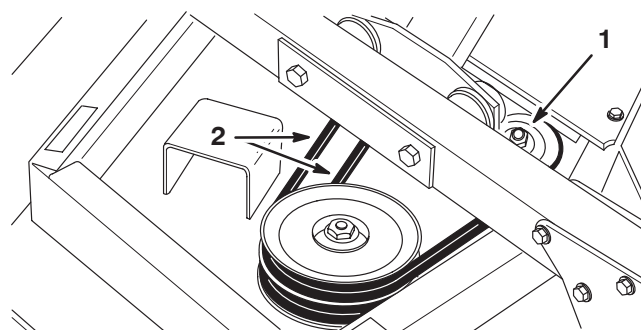

Figure 67
2. Pour tendre les courroies, desserrez le contre-écrou en haut de la poulie de tension (Fig. 67). Faites coulisser la poulie contre la courroie jusqu'à obtention de la tension correcte. Maintenez la poulie dans cette position et serrez le contre-écrou.
3. Retirez les vis à tête à embase qui fixent la plaque du boîtier d'engrenages au plateau de coupe. Pour séparer l'ensemble plaque et moteur d'entraînement du plateau de coupe, tournez l'extrémité de la plaque vers le groupe de déplacement (Fig. 67). Inclinez l'ensemble plaque, moteur et poulie sur le côté et déposez-le du plateau de coupe. Veillez à ne pas plier, tordre, déformer ou endommager les flexibles hydrauliques.
2. Déposez les couvercles du plateau de coupe et détendez toutes les courroies (Fig. 67).